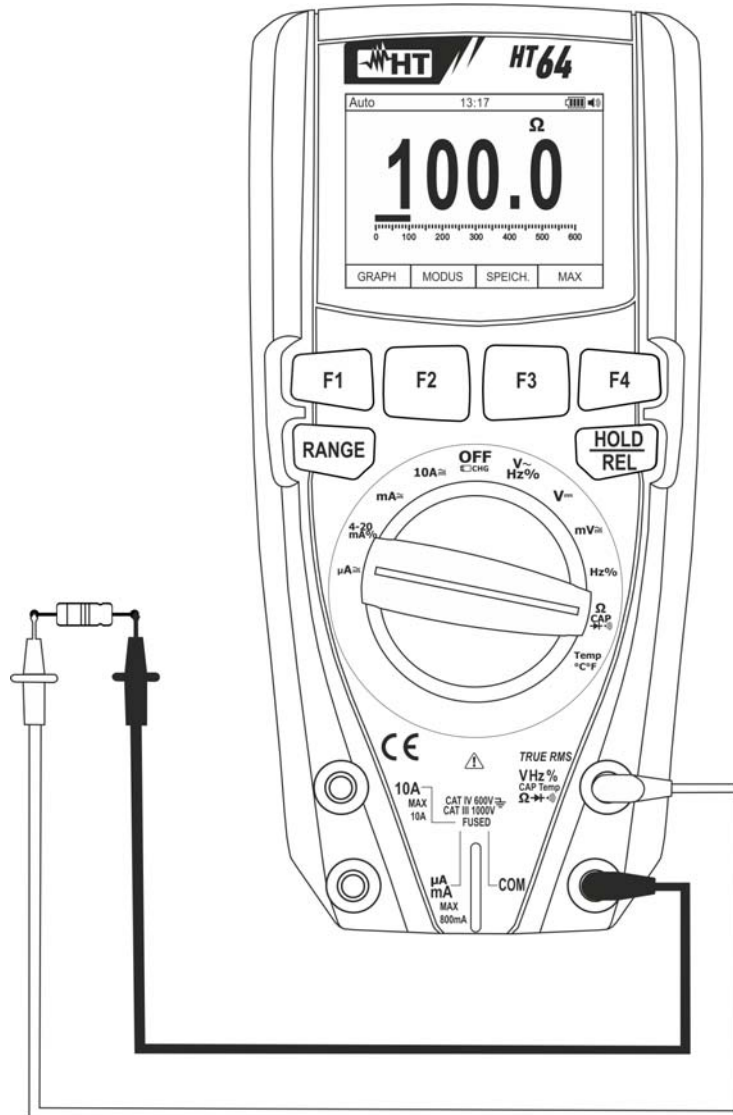

Abb. 25: Verwendung des Gerätes für Widerstandsmessung und Durchgangsprüfung
3. Verbinden Sie die Messleitungen mit den gewünschten Messpunkten des zu messenden Kreises (siehe Abb. 25). Der Widerstandswert erscheint auf dem Display.